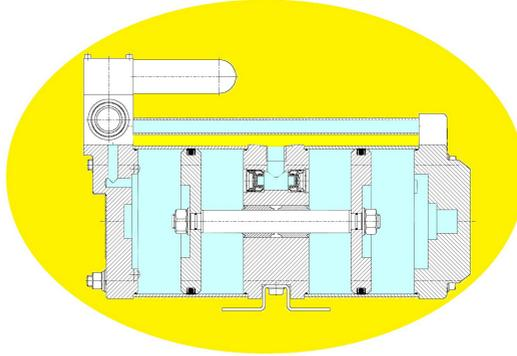

Abb. 10-2 Darstellung ATEX-Zonen
- 4 Gerätekategorie -/2G: Das Gerät weist mehrere Gerätekategorien auf. Die zulässigen Zonen sind der Abbildung 10-2 „Darstellung ATEX-Zonen“ zu entnehmen.
- 9 Geräteschutzniveau (EPL) -/Gb: Das Gerät weist mehrere Geräteschutzniveaus auf. Die zulässigen Zonen sind der Abbildung 10-2 „Darstellung der ATEX-Zonen“ zu entnehmen.